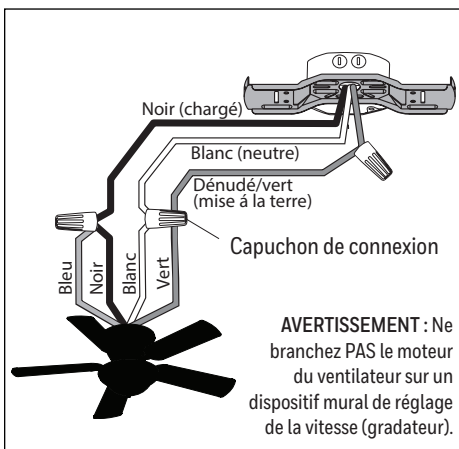

Figure 4.1
- Utilisez les capuchons de connexion pour raccorder les fils du ventilateur aux fils d'alimentation selon le schéma de câblage et les instructions suivantes (Figure 4.1) :